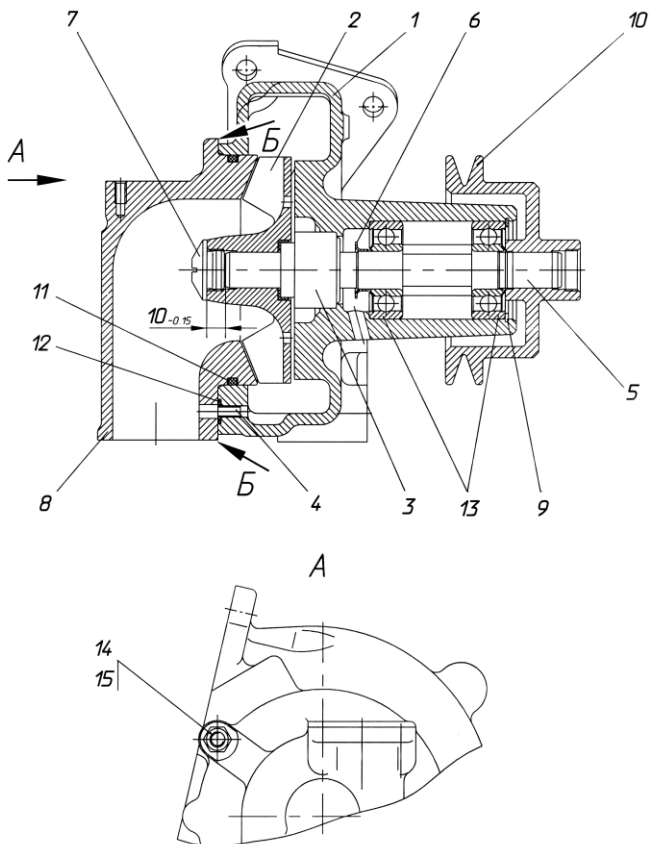

Рис. 13. Водяной насос:
5. Отвернуть гайки 14 (рис. 13) патрубка 8.
13. Выпрессовать из корпуса 1 вал 5 с водосбрасывателем 6 и подшипниками 13 (см. рис. 13).
2. Напрессовать на вал 5 (рис. 13) подшипники 13 и водобрасыватель 6. При этом необходимо:
9. Напрессовать крыльчатку 2 в сборе с манжетой и уплотнительной втулкой на вал 5 (рис. 13). При этом необходимо:
- установить крыльчатку и вал в размер $10_{-0,15}$ мм (рис. 13) между торцом вала и торцом ступицы крыльчатки. Для этого необходимо при запрессовке установить на торец вала диск диаметром не более 13 мм и высотой $10_{-0,15}$ мм.